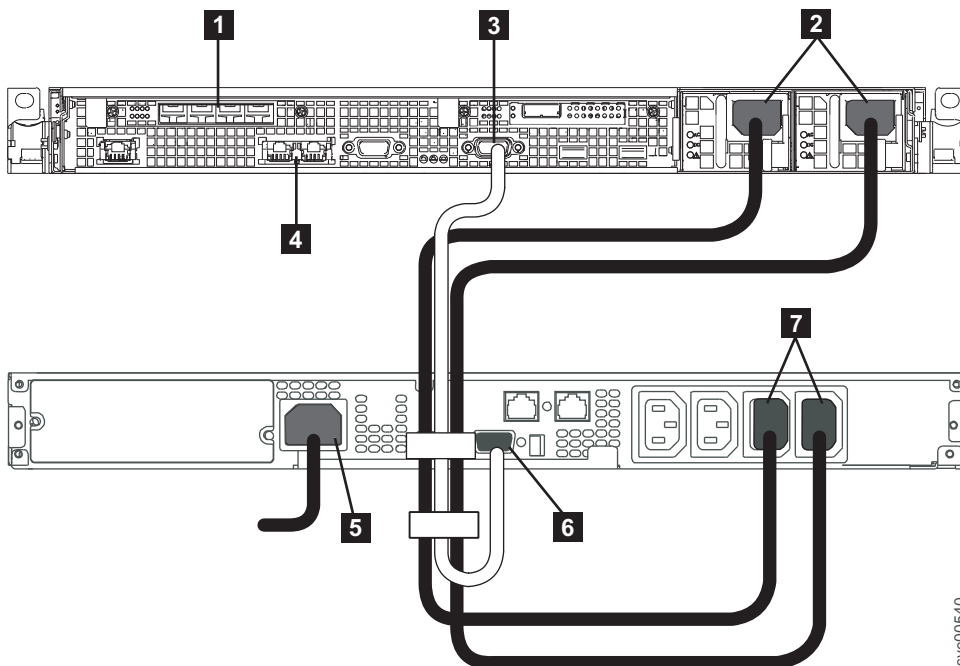

図 32. SAN ボリューム・コントローラー 2145-CF8 の電源ケーブルを 2145 UPS-1U に接続します。
1. SAN ボリューム・コントローラー 2145-CF8・ノードの背面で、電源/シリアル結合ケーブル・アセンブリーの電源ケーブルの方を、図 32 に示すように電源コネクタ **2** に差し込んでください。